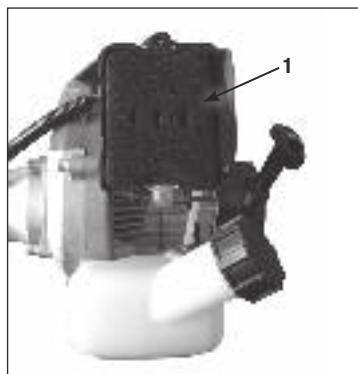

Рис. 15 Обслуживание
2. Извлеките фильтрующий элемент 1 (Рис. 15).